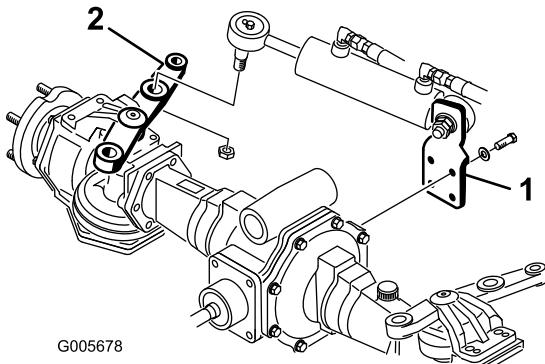

Figure 3
2. Montez le support de vérin à l'arrière du pont avec 4 vis (M10 x 30) et rondelles (Figure 3). Appliquez du Loctite 242, ou un produit équivalent, et serrez les vis à un couple de 65 à 81 Nm.
4. Fixez la rotule au bras de direction avec l'écrou à créneaux (Figure 3) et serrez à un couple de 95 à 122 Nm. Remettez la goupille fendue.